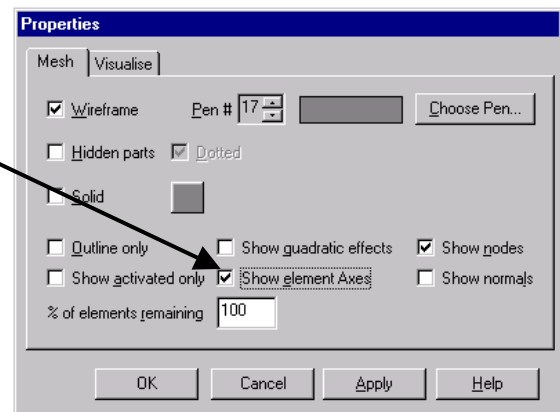

Fig. 20
- în caseta de dialog selectați opțiunea de afișare a sensului axelor elementelor finite (**Show element Axes**) (fig. 20)
- în caseta de dialog de-selectați opțiunea de afișare a sensului axelor elementelor (**Show element Axes**) (fig. 20)